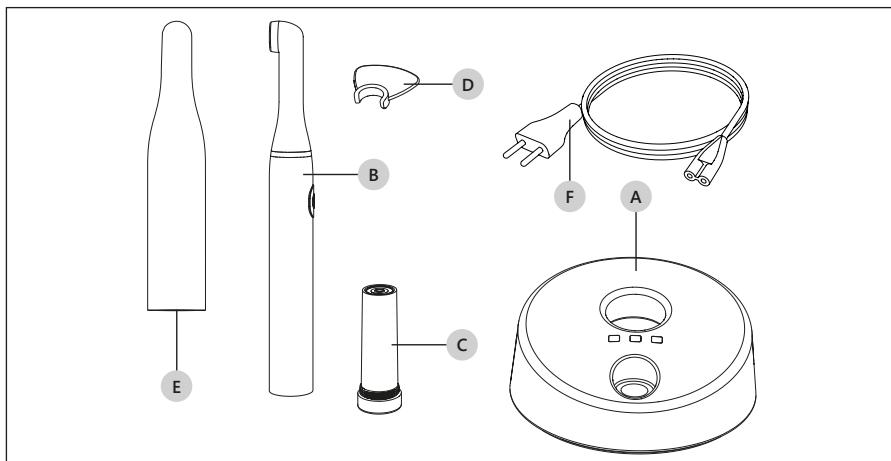
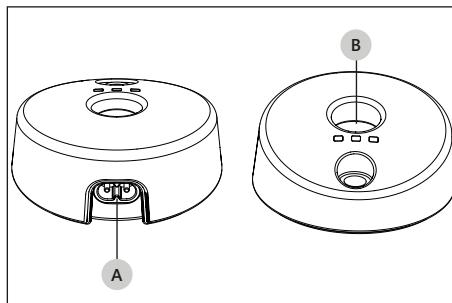

Figura 5 – Lista de los Componentes
Figura 6 – Base de recarga.
(!) ATENCIÓN: Recargar la batería utilizando exclusivamente la estación de recarga Mectron (Figura 5 en página 8 - Ref. A). No intentar la recarga con cargadores genéricos. Peligro de explosiones y de incendio.
Hacer referencia a la Figura 5 en página 8:
⚠ PELIGRO: No introducir objetos metálicos en el portamango de la estación de recarga (Figura 6 en página 10 - Ref. B) cuando el aparato está encendido.
2. Introducir el cable de alimentación de la energía eléctrica (Figura 5 en página 8 - Ref. F) en la conexión colocada en la parte de atrás del aparato (Figura 6 en página 10 - Ref. A) y, por lo tanto, en la toma de la pared. El LED verde "power" se encenderá (Tabla 1 en página 11 - Ref. A).
1. Introducir el mango, con el módulo de batería, dentro de la sede de la estación de recarga (Figura 6 en página 10- Ref. B). El LED amarillo batería se enciende (Tabla 1 en página 11 - Ref. B).
1. Introducir el mango dentro de la sede de la estación de recarga (Figura 6 en página 10- Ref. B). El LED amarillo batería se enciende (Tabla 1 en página 11 - Ref. B).
❗ ATENCIÓN: Recargar la batería utilizando exclusivamente la estación de recarga Mectron (Figura 5 en página 8 - Ref. A). No intentar la recarga con cargadores genéricos. Peligro de explosiones y de incendio.